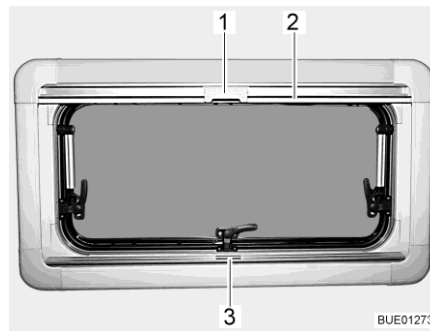
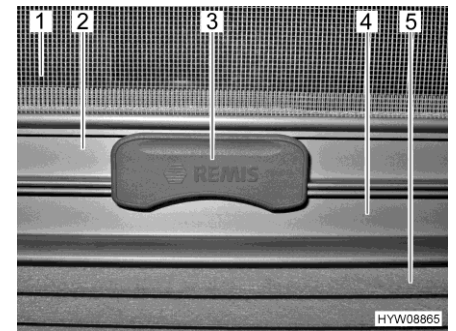

Fig. 19 Fenêtre projetante
Fig. 20 Cran
Le dispositif occultant plissé (Fig. 20,5) se trouve dans le caisson du bas.
- Saisir le dispositif occultant plissé par le centre de la barre-poignée (Fig. 19,3 et Fig. 20,4), le tirer du bas vers le haut et le relâcher à la hauteur voulue. Le dispositif occultant plissé reste alors à cette hauteur.
La moustiquaire (Fig. 20,1) se trouve dans le caisson du haut.
- Tirer la moustiquaire par la barre-poignée (Fig. 19,2 et Fig. 20,2) vers le bas jusqu'à ce qu'elle entre en contact avec celle du dispositif occultant plissé (Fig. 20,4).
- Verrouiller le cran (Fig. 19,1 et Fig. 20,3) de la moustiquaire avec la barre-poignée du dispositif occultant plissé. Quand le cran est verrouillé, le dispositif occultant plissé et la moustiquaire peuvent être réglés en même temps.
- Presser le cran (Fig. 20,3) en haut de la moustiquaire.
- Ramener lentement la moustiquaire en arrière au moyen de la barre-poignée (Fig. 19,2).